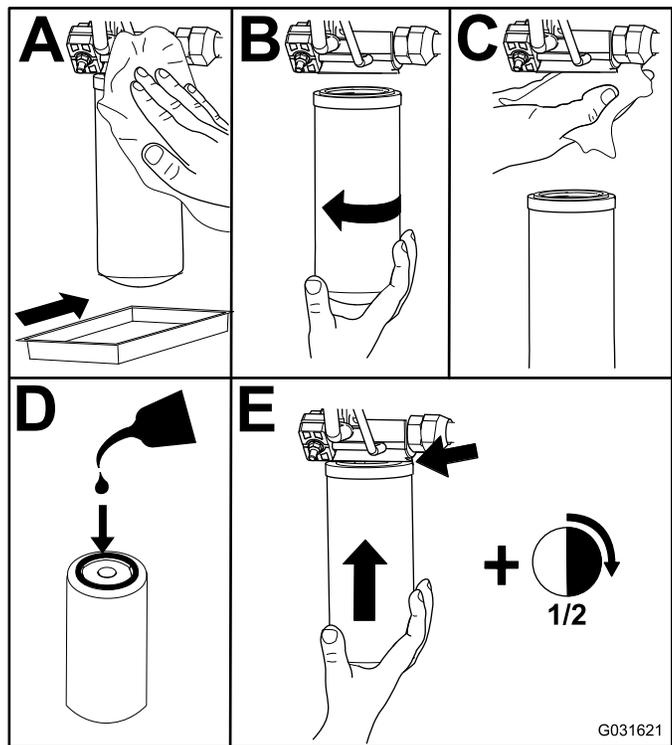

Рисунок 118
2. Замените гидравлический фильтр линии подачи в отделении гидромеханизма подъема, как показано на Рисунок 118.
4. Замените фильтр линии возврата с правой стороны машины (Рисунок 118).